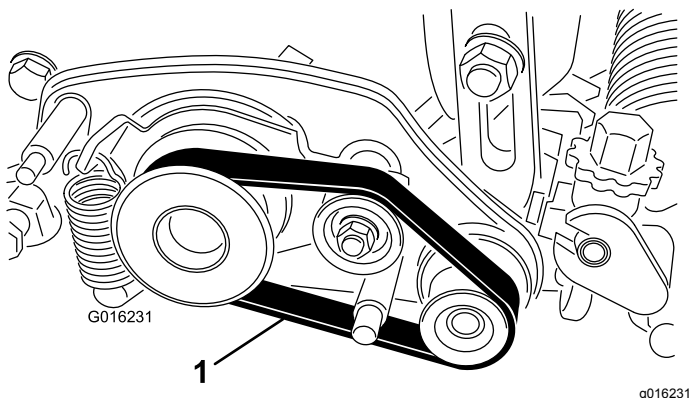

図 16
36. ベルトを取り付ける図 16 のように駆動プーリ、アイドラプーリ、受動プーリに掛け回す。